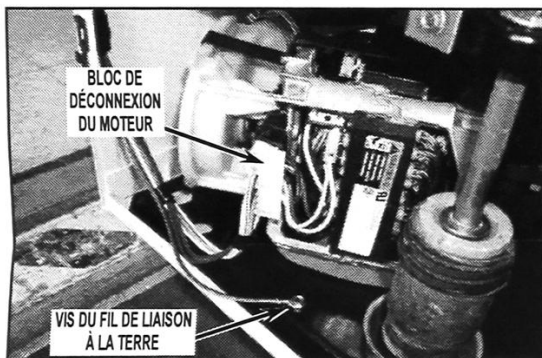

FIGURE 8
11. Décrocher le harnais du bloc de déconnexion du moteur de la laveuse et enlever la vis retenant le fil de liaison à la terre au socle de la machine. Voir Figure 8.